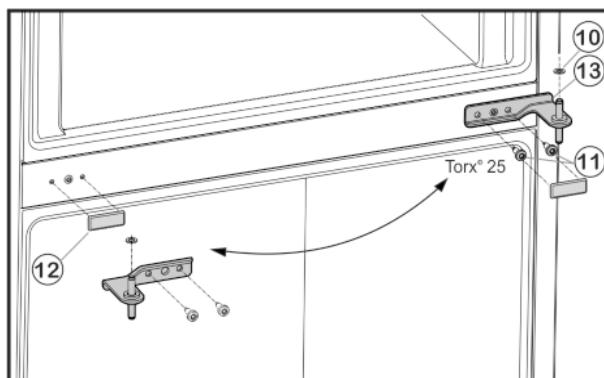

Fig. 6
- Noskrūvējet stiprinājuma skrūves Fig. 6 (11) (2 reizes Torx® 25) un izvelciet vidējo gultņa balstu no apakšējām durvīm.
- Noņemiet plastmasas paplāksni Fig. 6 (10).
- Uzmanīgi noņemiet pārsegū Fig. 6 (12).
- Atkal uzlieciet pārsegū Fig. 6 (12) pretējā pusē.
- ▶ Ievietojet vidējo gultņa balstu Fig. 6 (13), pagrieztu par 180°, apakšējās durvis un pieskrūvējiet ar stiprinājuma skrūvēm Fig. 6 (11) (2 reizes Torx® 25) jaunajā eņģu pusē **stingri** (ar 4 Nm).
- ▶ Uzlieciet atpakaļ plastmasas paplāksni Fig. 6 (10).
- ▶ Uzlieciet augšējās durvis uz vidējā gultņa balstu Fig. 6 (13).